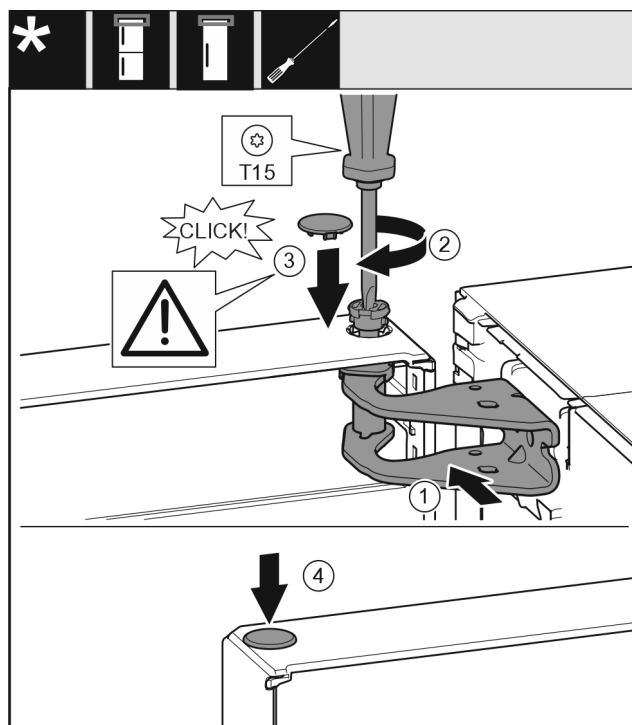

Fig. 19
- ▶ Rikta in dörren upp till så att den passar öppningen i lagerbocken. Fig. 19 (1)
- ▶ Sätt i bulten och skruva fast den med en torxskruvmejsel T15. Fig. 19 (2)
- ▶ Montera blindpluggen för dörrens låsbult: Sätt in blindpluggen och kontrollera att den är i jämnhöjd med dörren. Annars ska bulten sättas in helt. *Fig. 19 (3)*
- ▶ Sätt i pluggen. *Fig. 19 (4)*